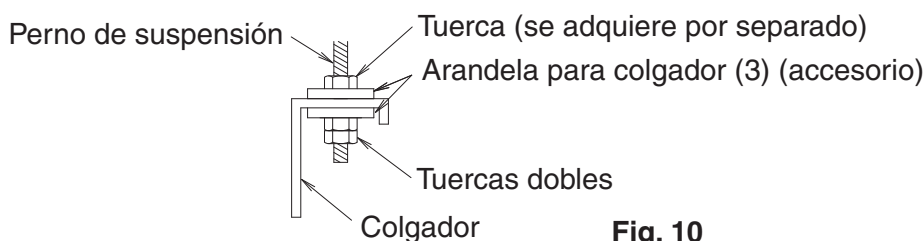

Fig. 10
(1) Sujete el colgador en el perno de suspensión. (Refiérase a la Fig. 10)